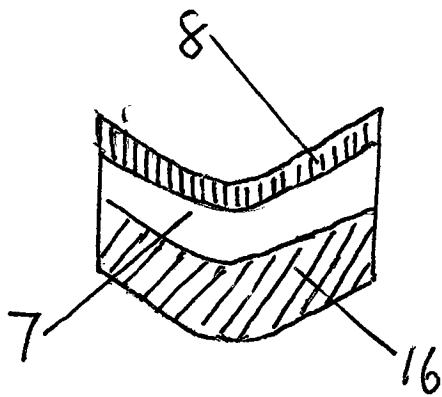

图 2
[0008] 图 2 蚊香发热管、反射层隔热层结构图。
座 (5), 炉内装上直流接触器 (6) 隔热层 (16) 反射层 (7) 其上面是蚊香镬形发热管 (8), 蚊香镬型发热管 (8) 的上面是镬 (9), 镬耳 (17) 锅子 (10) 锅耳 (11)、蒸笼 (12) 蒸笼耳 (13) 盖子 (14) 滴子 (15)。在图 2 中, 反射层 (7) 的上面是蚊香镬型发热管 (8) 它的下面是隔热层 (16)。